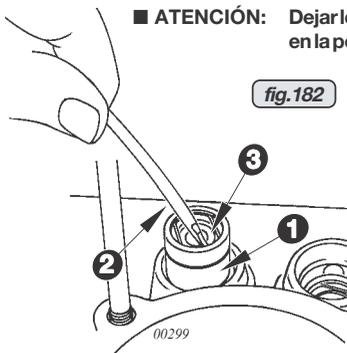

fig.182
14.7) Taqués hidráulicos Ver fig. 182, 183 y 184.